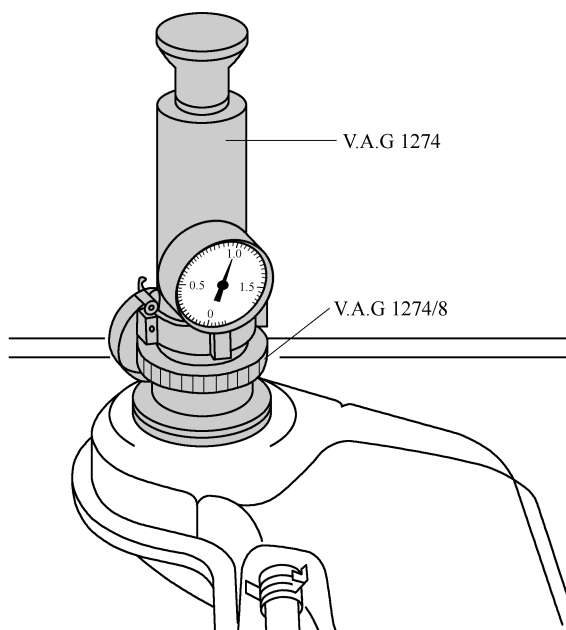

图 1-5-50 将冷却系统检测装置 V. A. G 1274 用适配接头 V. A. G 1274/8 安装到补偿罐上
- (1) 打开冷却液补偿罐的密封盖。
- (2) 如图 1-5-50 所示，将冷却系统检测装置 V. A. G 1274 用适配接头 V. A. G 1274/8 安装到补偿罐上。
- (3) 用冷却系统检测装置的手动泵产生一个约 0.1MPa 的压力。若压力下降，则查找泄漏部位并排除故障。